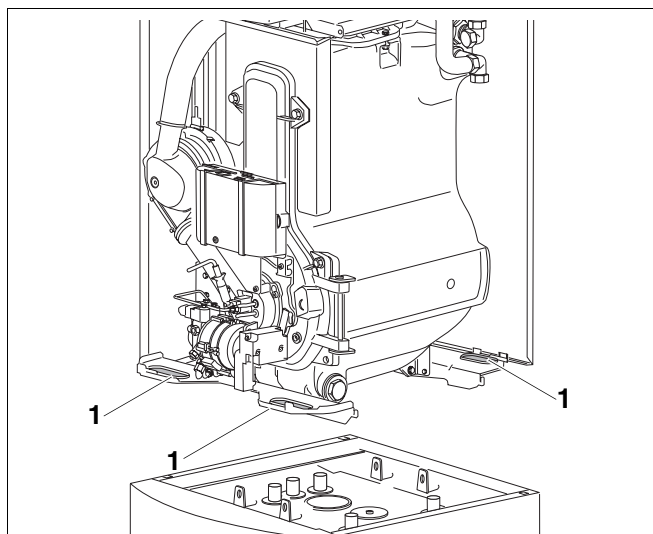

Abb. 9 Heizkessel auf Speicher heben
- Heizkessel mit Hilfe der Griffe (Abb. 9, **Pos. 1**) auf den Speicher heben.